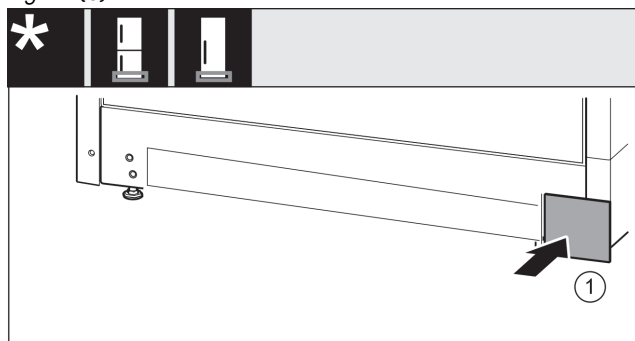

Fig. 15
- ▶ Pange kate teisel küljel taas peale. Fig. 15 (1)